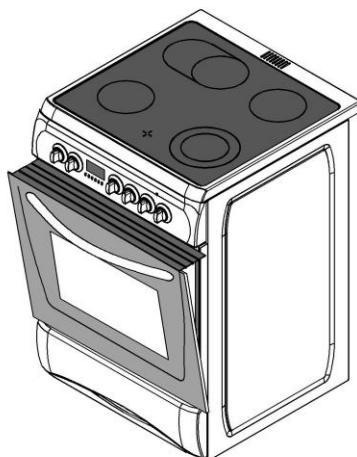

Рисунок 3
4. Затем закрепите щиток между духовкой и передней крышкой, осторожно закрыв крышку (рисунок 3)